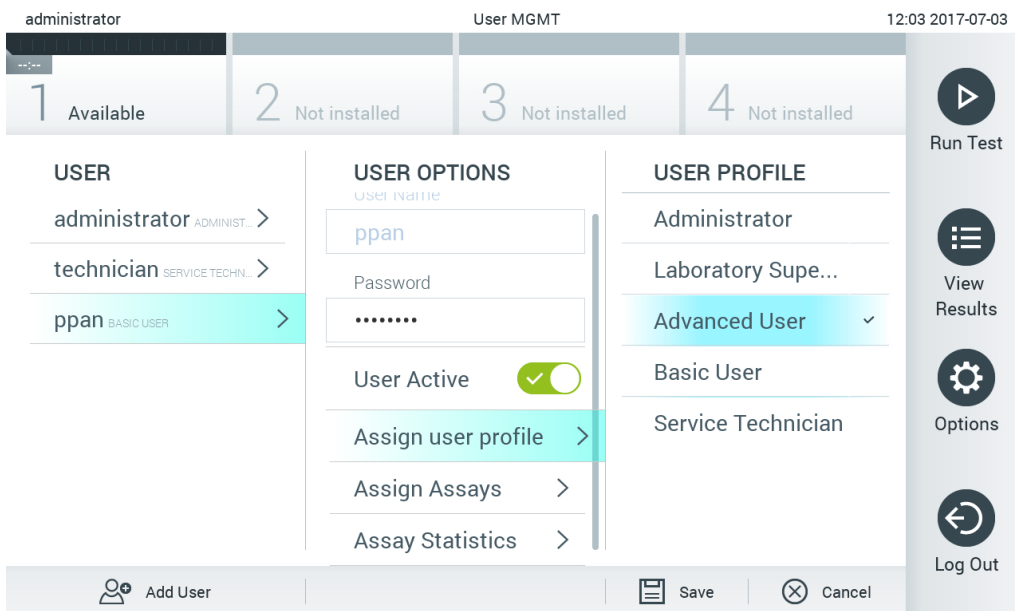

图 53. 为用户分配用户配置文件。
- **Assign User Profile** (分配用户配置文件)：允许为该用户分配不同的用户配置文件（例如，Administrator [管理员]、Laboratory Supervisor [实验室主管]、Advanced User [高级用户]、Basic User [基本用户]）。从内容区域右侧的列表选择合适的用户配置文件（图 53）。